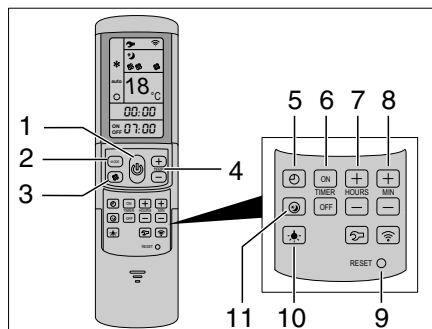

Fig. 326 Télécommande
La climatisation est montée sur le toit du véhicule. La télécommande (Fig. 326) pour la climatisation se trouve dans le coin cuisine.
- Pour la mise en service, appuyer sur la touche (Fig. 326,1) de la télécommande.
- Régler le mode de fonctionnement désiré avec la touche MODE (Fig. 326,2).
- Si nécessaire, régler l'étage de ventilateur désiré avec la touche (Fig. 326,3) et la température ambiante avec les touches (Fig. 326,4).
- Pour la mise hors service, appuyer à nouveau sur la touche (Fig. 326,1) de la télécommande.
- Pour la programmation, enclencher la climatisation avec la touche (Fig. 326,1) sur la télécommande.
- Régler le mode de fonctionnement désiré avec la touche (Fig. 326,2) et la température ambiante avec les touches (Fig. 326,4).
- Sélectionner la fonction désirée avec les touches (Fig. 326,6) :
- Avec les touches (Fig. 326,7 et 8), sélectionner la durée de commutation désirée (15 minutes à 24 heures).
- Confirmer le réglage avec les touches "ON" ou "OFF" (Fig. 326,6).